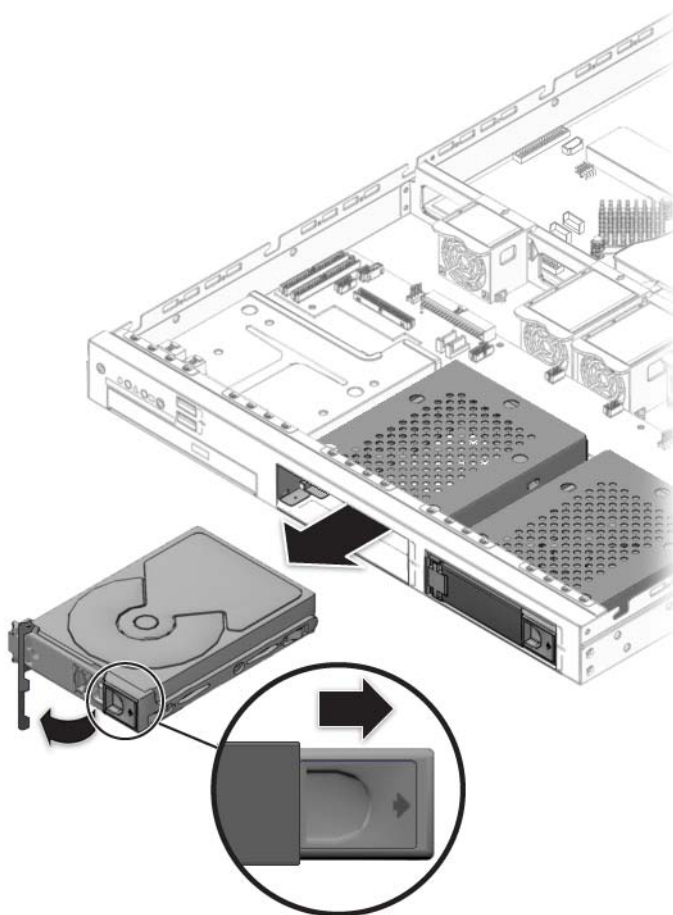

FIGURE 4-12 Retrait d'un disque dur
- b. Prenez le panneau avant du support à deux mains et retirez celui-ci délicatement de la baie (cf. FIGURE 4-12.).